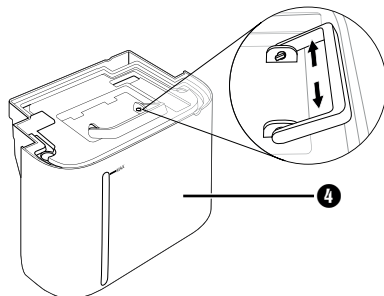

Fig. 5
- ◆ Pour nettoyer le réservoir d'eau 4 de l'intérieur, vous devez retirer le couvercle. Penchez pour cela la poignée en avant jusqu'à ce que les tenons sur la poignée correspondent aux rainures sur le réservoir d'eau 4. Vous pouvez maintenant détacher la poignée en la poussant des deux côtés hors des rainures (voir figure 5).